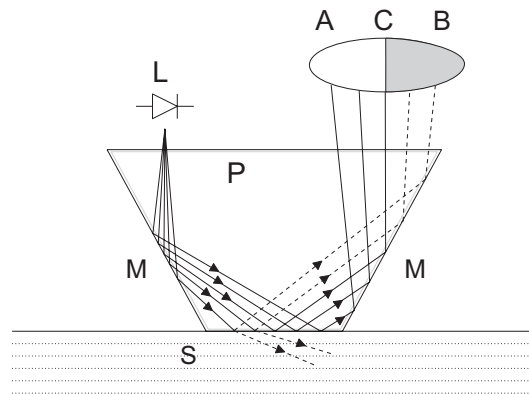

Figura 1.2 Principio del refractómetro
El sensor del refractómetro en línea Vaisala K-PATENTS® determina el índice de refracción n_D de la solución de proceso. Mide el ángulo crítico de refracción usando un LED amarillo como fuente de luz con la misma longitud de onda (580 nm) que la línea D sodio (por ende n_D). La luz de la fuente de luz (L) en Figura 1.2 se dirige a la interfaz entre el prisma (P) y el medio de proceso (S). Dos de las superficies del prisma (M) actúan como espejos torciendo los rayos de luz para que éstos se encuentren con la interfaz formando diferentes ángulos